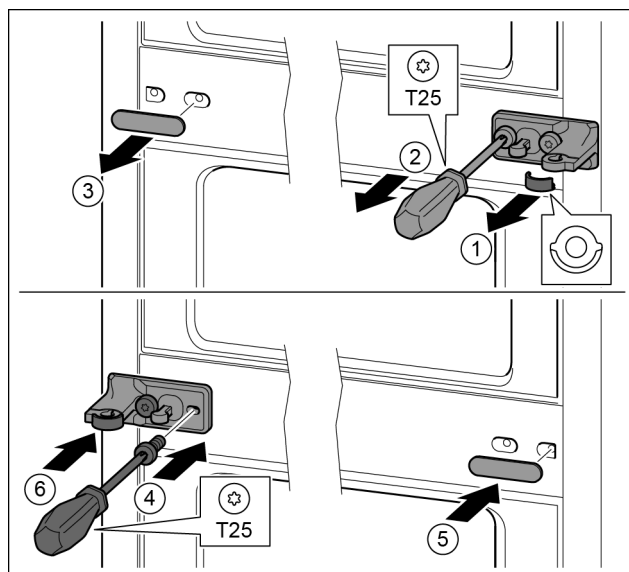

Fig. 14
- ▶ Schijf eraf trekken. *Fig. 14 (1)*
- ▶ Schroeven met schroevendraaier T25 eruit draaien. *Fig. 14 (2)*
- ▶ Afdekking voorzichtig eraf trekken. *Fig. 14 (3)*
- ▶ Lagerbus met folie 180° gedraaid op de andere kant bevestigen. *Fig. 14 (4)*
- ▶ Afdekking 180° gedraaid op de andere kant aanbrengen. *Fig. 14 (5)*
- ▶ Schijf vanaf de voorkant erop schuiven. *Fig. 14 (6)*